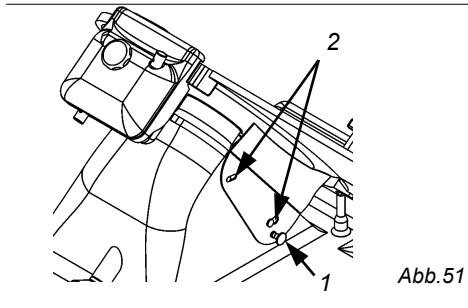

Abb. 51
6.2.3 - Reinigung des Scheibenhalters (Abb.51)